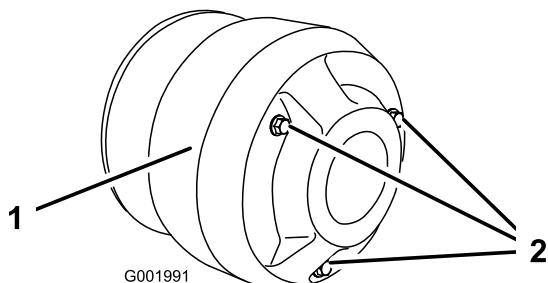

Bild 57
4. Entfernen Sie die drei Schrauben, mit denen die Abdeckung an der Kupplung befestigt ist und nehmen Sie die Abdeckung ab (Bild 57).